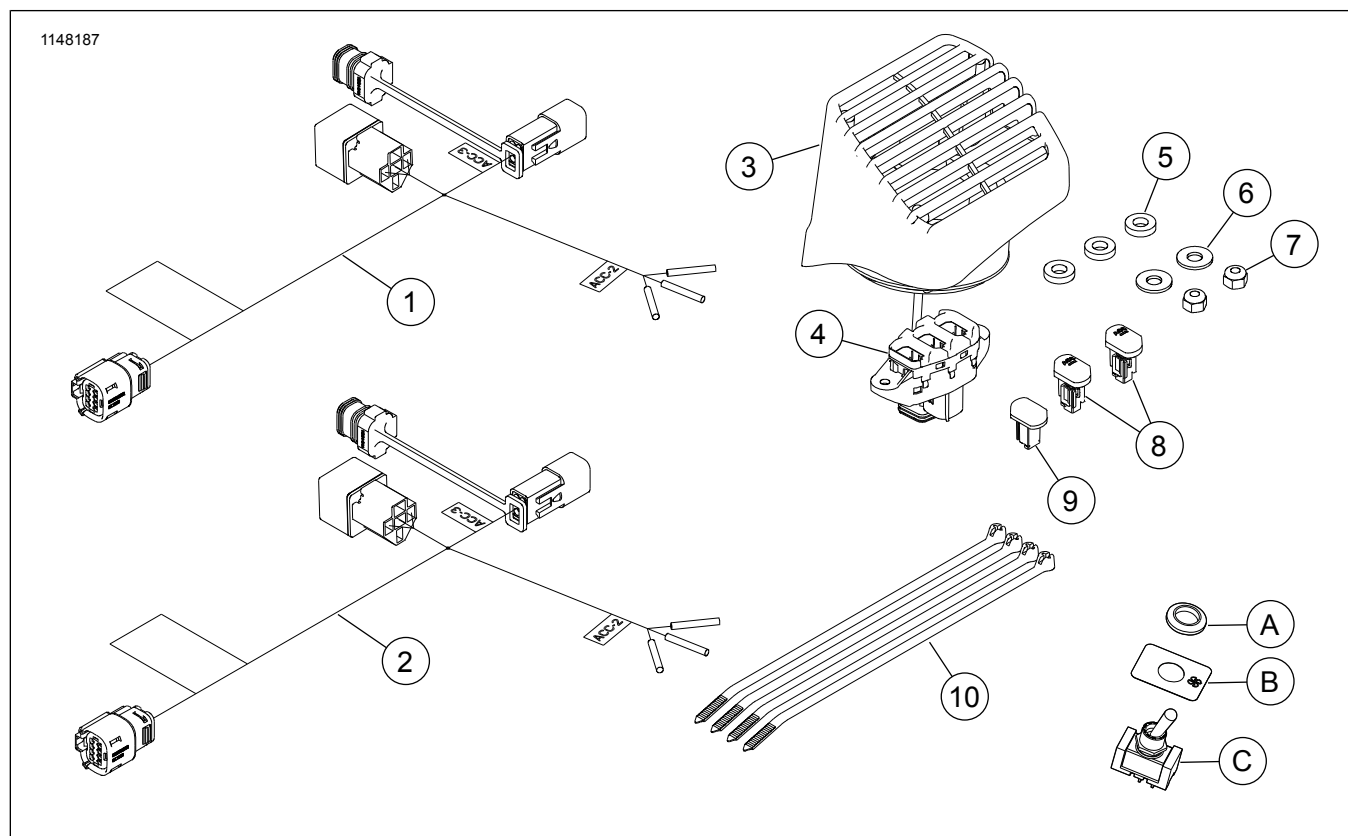

Figure 7.
Consultez Figure 7 et Voir le tableau 1.
1. Consultez Figure 7 et Voir le tableau 1. Installez l'interrupteur du ventilateur.
- a. **Modèles de carénage 2014 à 2016** : Installez le panneau de commutation (4) et l'interrupteur accessoire (8). Consultez le manuel d'entretien.